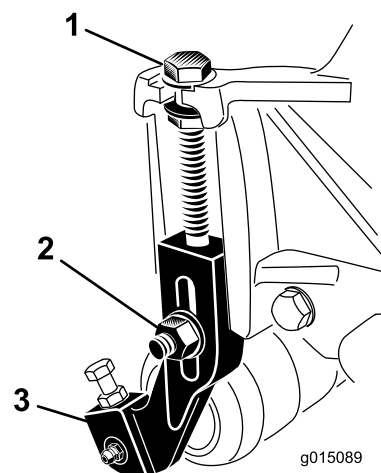

Figure 16
1. Desserrez les contre-écrous qui fixent les supports de hauteur de coupe aux plaques latérales du plateau de coupe (Figure 16).